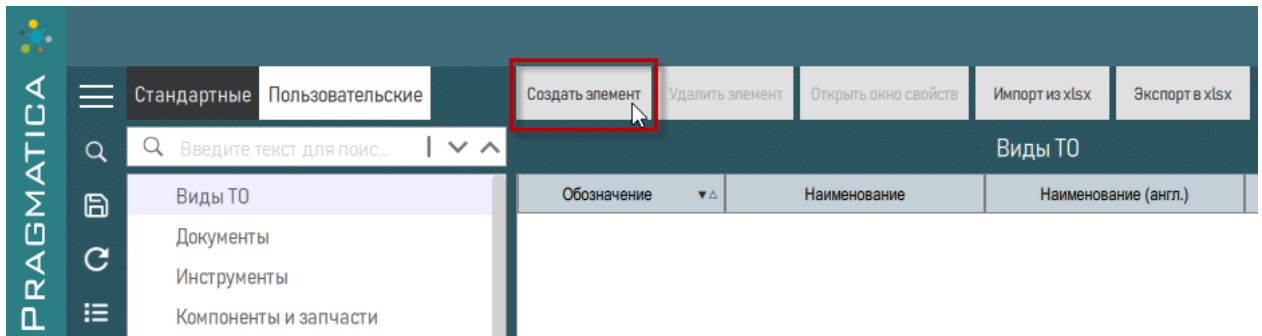

Рисунок 21 – Создание элемента классификатора
4) На вкладке «Пользовательские» выбрать классификатор, для которого необходимо создать элемент и нажать кнопку «Создать элемент» (рисунок 21).